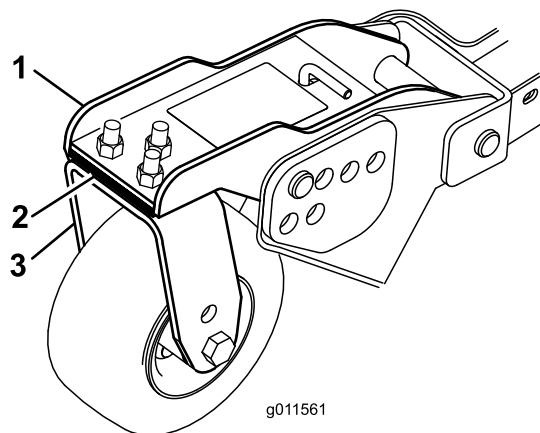

**Figura 122**
1. Afloje las contratueras de la parte superior o inferior del perno en U de la cadena de altura de corte (Figura 122).